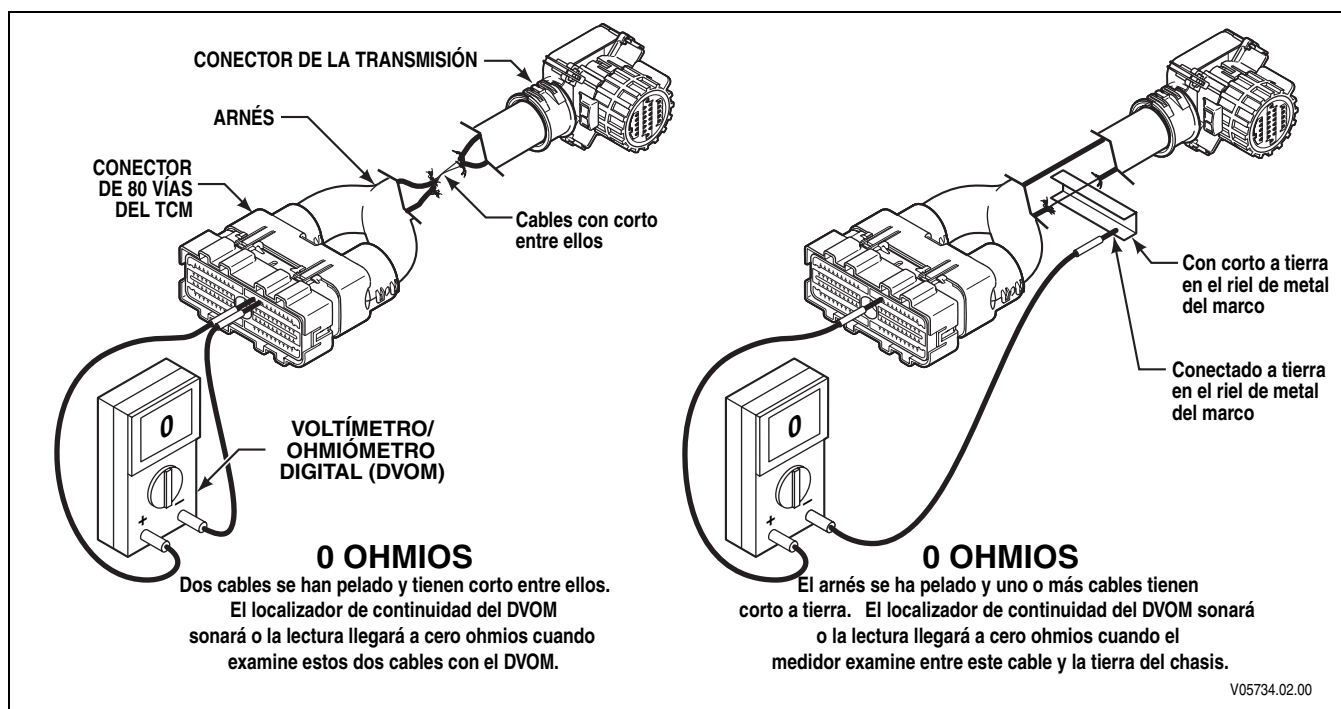

Figura 4–2. Corto entre cables y a tierra (arnés externo)
- (2) En el extremo opuesto del arnés, revise la continuidad del par en puente. Si no hay continuidad en un circuito de par en puente (lectura de resistencia infinita) indica un circuito abierto en el cable que se va a revisar. Consulte el procedimiento de reparación del arnés de cableado del OEM.
- b. Si la comprobación de continuidad es buena (resistencia de 0–2 ohmios), retire los puentes. Compruebe si el arnés tiene cortos entre cables y cortos a tierra realizando el siguiente procedimiento (consulte la figura 4–2).
- (1) En el extremo del arnés del TCM, junte un probador del DVOM con un cable del circuito que se está revisando y junte el otro probador con cada terminal en el mismo conector, luego junte el probador con la tierra del chasis y con la carcasa principal de la transmisión. Realice este procedimiento con ambos cables en el circuito que está revisando.
- (2) Si en algún momento el DVOM muestra resistencia de cero a baja o el localizador de continuidad del medidor suena, significa que hay un corto entre los dos puntos que se están revisando, entre los cables o entre el cable y la conexión a tierra. Aísle y repare el cortocircuito.